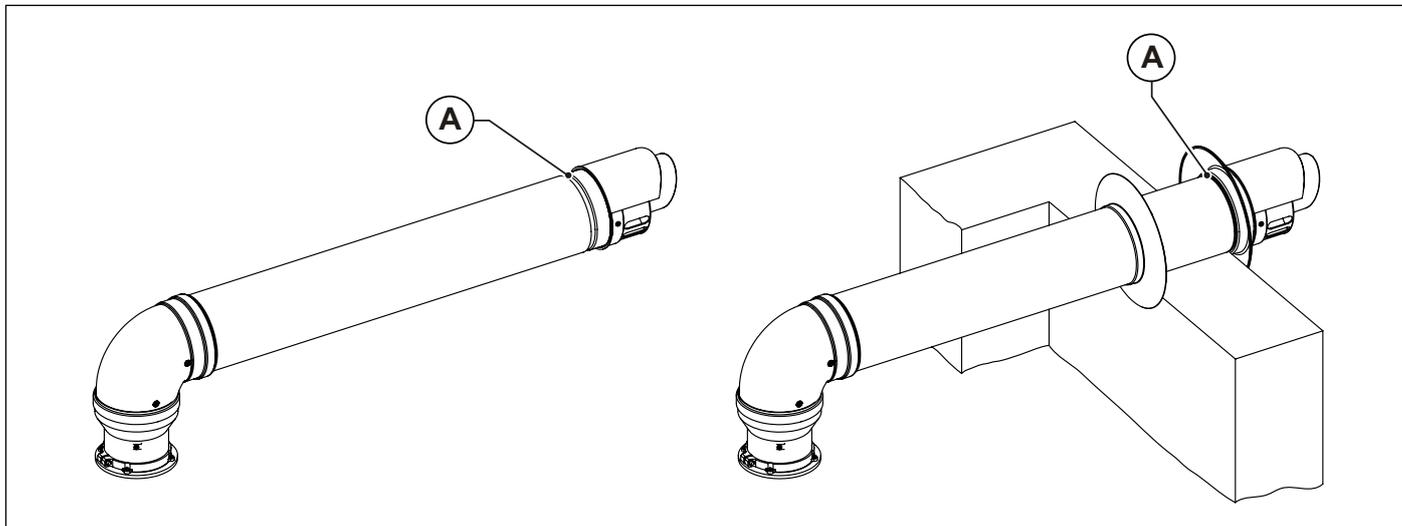

Fig. 11 Installazione terminali a parete
I terminali di aspirazione aria e scarico fumi, sdoppiati e coassiali, nella parte finale sono dotati di una gola (A) per il fissaggio del rosone esterno (vedi Fig. 11 Installazione terminali a parete).